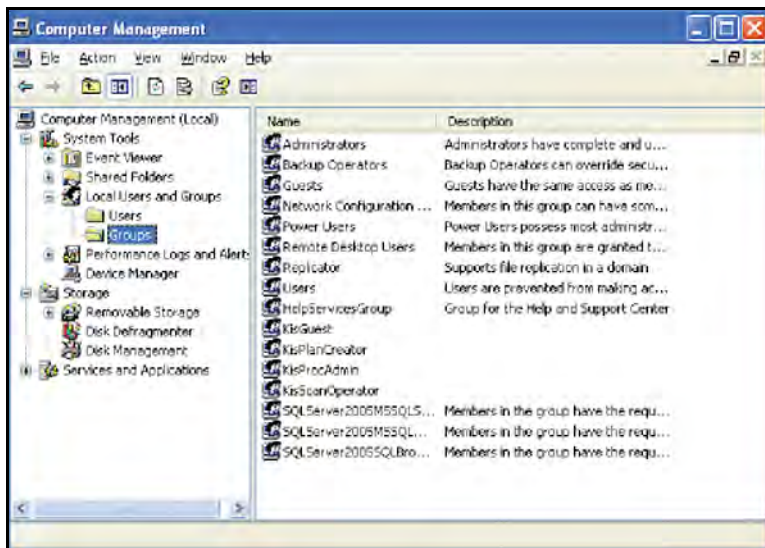

Рис. 116: Список групп
4. Затем щелкните папку Группы (Groups) (см. Рис. 116 ниже).